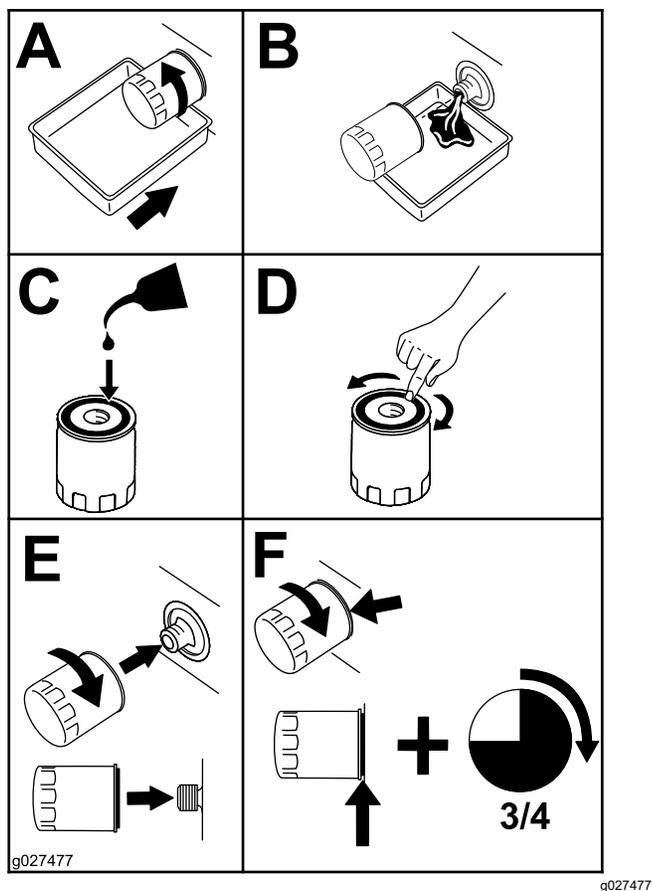

Рисунок 39
- Замените масляный фильтр двигателя, как показано на Рисунок 39.